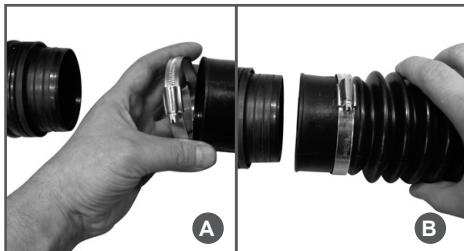

Рис. 3 Установка гибкой трубы
- Наденьте на конец гибкой трубы с большим диаметром червячный хомут (Рис. 3А) и наденьте гибкую трубу с установленным хомутом на выходной патрубок корпуса опрыскивателя (Рис. 3В). Затяните хомут.